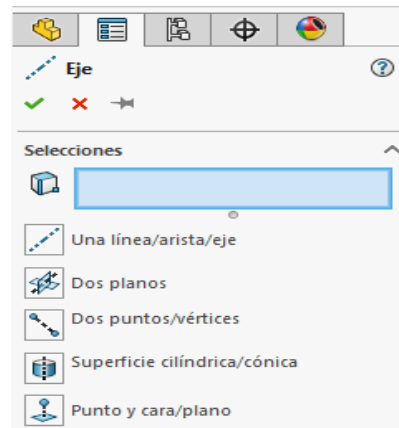

Ilustración 27
Paso 2: Al seleccionar esta operación aparece la siguiente ventana en la parte izquierda de la pantalla. (Ver ilustración 27). En esta ventana se pueden seleccionar, una línea, dos planos, dos puntos, una superficie cilíndrica o un punto y cara, en este caso se utiliza la opción dos planos **Alzado** y **Vista lateral**, de esta manera el eje se sitúa entre los planos seleccionados y finalmente se da clic al visto verde. De esta manera se obtiene el eje deseado entre los planos seleccionados y se observa en el **gestor de diseño** (Ver ilustración 28).